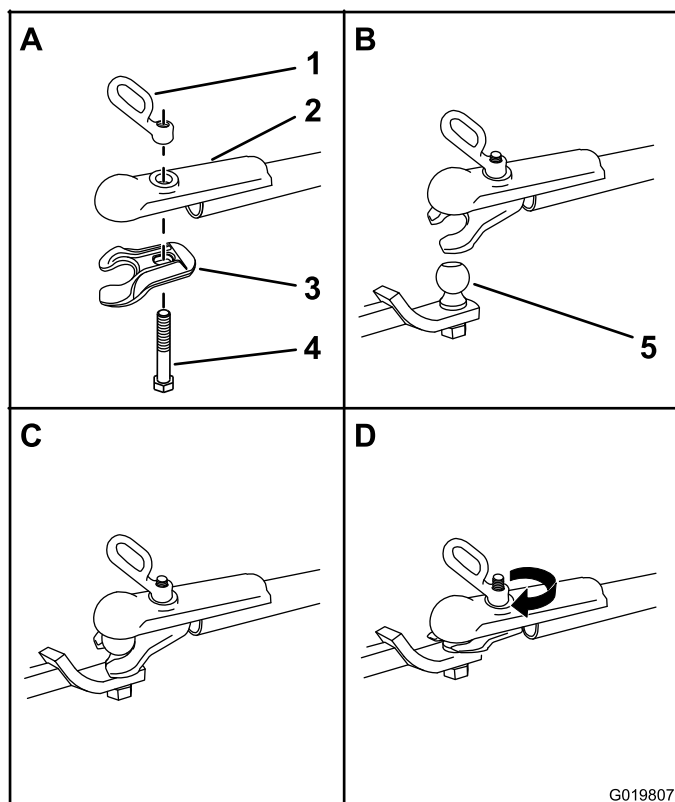

Figura 18
1. Aplique sellador de roscas no permanente a las roscas del perno del acoplamiento para evitar que la manivela del acoplamiento se afloje (Figura 18).
3. Introduzca el perno hacia arriba por la mordaza del acoplamiento y el segmento superior, y conecte la manivela del acoplamiento al perno (Figura 18).
5. Gire la manivela del acoplamiento en sentido horario para enroscarla en el perno hasta que quede firme (Figura 18).